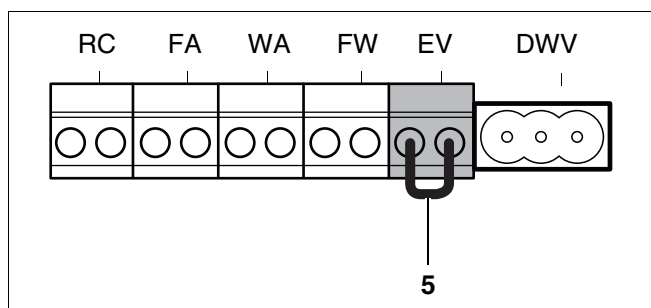

Рис. 35 Клеммник – внешний коммутационный контакт не находящийся под потенциалом для, например, отопления нагревом пола (цвет подключения красный)
- Снять вставную перемычку на клемме EV (рис. 35, поз. 5).
- Внешний коммутационный контакт подключить к красной клемме EV (рис. 35, поз. 5).